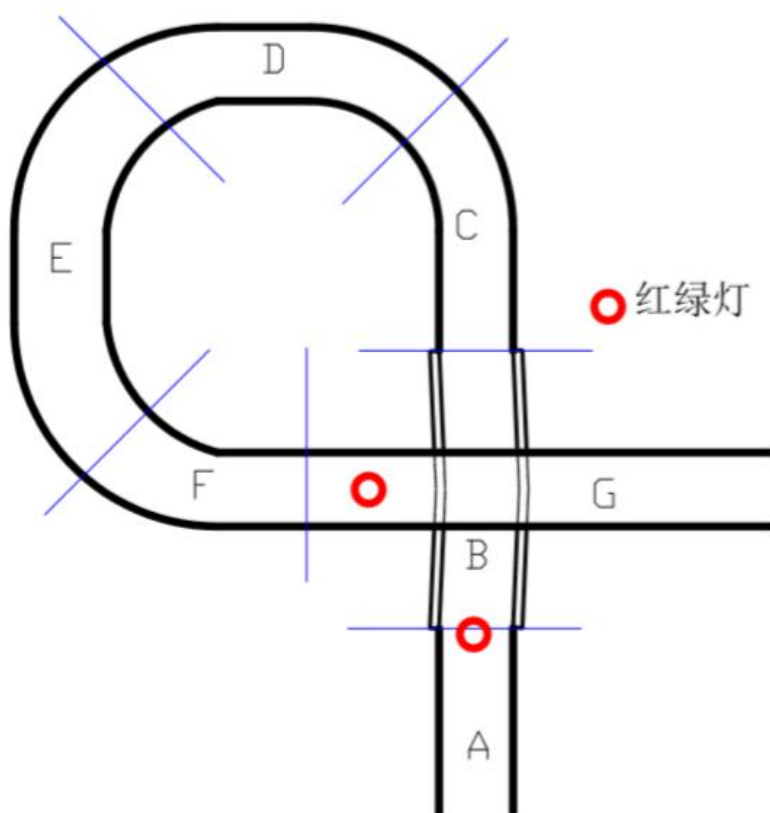

图 1 场地示意图
- 1、图 1 是比赛场景示意图，场地总面积，视现场具体尺寸而定，地面为黑色或灰色（技术委员会尽量选择摩擦力大、反光小的材料，但也有可能出现喷绘等整体打印形式的场地。实际使用以比赛现场设置为准，参赛队必须要有适应不同场地材质、颜色的能力），车道线为白色布基胶布或白色喷绘。